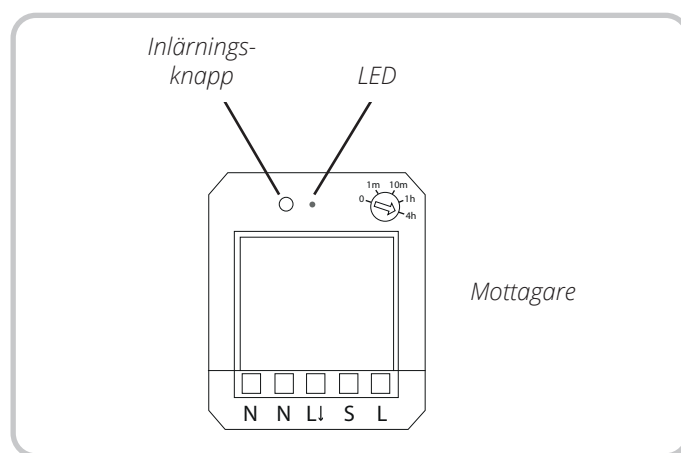

Fig. 9
- Tryck in mottagarens inlärningsknapp ca. 1 sek. Långsamt blinkande LED indikerar inlärningsläge (se fig. 9).
- LED på mottagaren blinkar snabbt för att indikera att inläringen har genomförts (se fig. 9).
- LED blinkar långsamt för att indikera inlärningsläge (se fig. 9).
- LED blinkar snabbt för att indikera att raderingen har genomförts (se fig. 9).
- LED blinkar långsamt i ca. 3 sek. (se fig. 9).
- Släpp upp inlärningsknappen och gör sedan ett kort tryck igen. Nu är alla minnesplatser raderade. (se fig. 9).
Inlärningsläget avbryts automatiskt efter 1 min. oberoende av om några inläringar har gjorts. LED slocknar (se fig. 9).
Inlärningsläget avbryts genom kort tryck på inlärningsknappen (<1 sek). LED slocknar (se fig. 9).